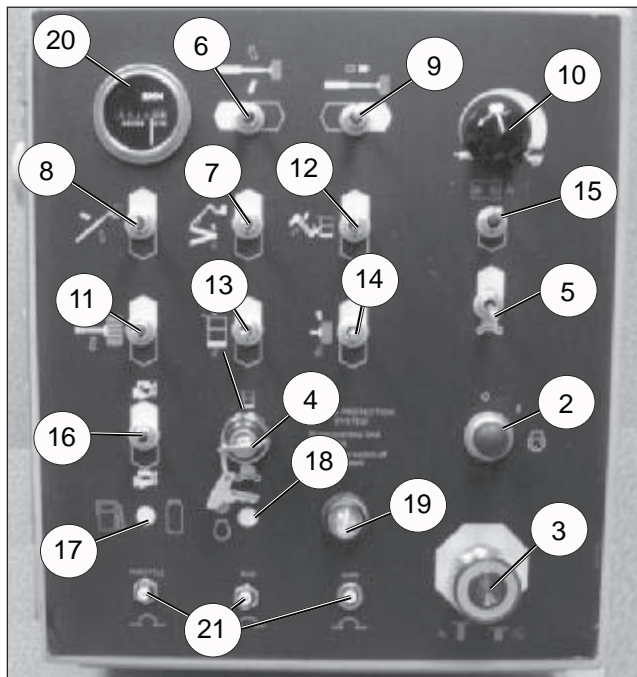

Figura 3 Comandi e spie inferiori
5. Provare ciascuna funzione della macchina (di sollevamento, di rotazione, telescopica) dalla stazione dei comandi inferiore tenendo l'interruttore di funzionamento terra verso l'alto mentre si azionano gli interruttori di alternanza comandi (consultare la Figura 3 a pagina 6).